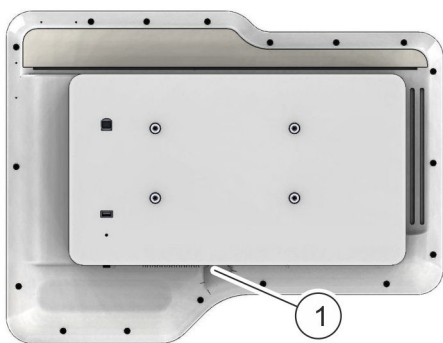

Fig. 4: Buton de pornire/oprire la terminal
1. ➤ Apăsați butonul de pornire/oprire (Fig. 4/1), pentru a porni terminalul.
3. ➤ Apăsați butonul de pornire/oprire (Fig. 4/1), pentru a opri terminalul.